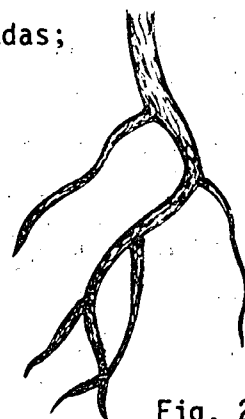

Fig. 2
- *pivotantes ou típicas* são aquelas em que o desenvolvimento da raiz principal predomina sobre o das ramificações. Ex: cafeeiro, feijão, alfafa (fig. 2);